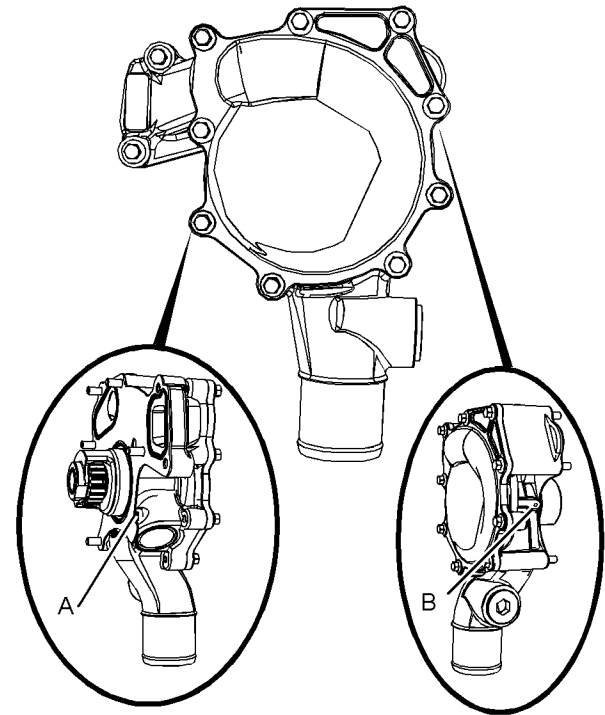

Abbildung 116
**Anmerkung:** Die Wasserpumpendichtungen werden durch das Kühlmittel im Kühlsystem geschmiert. Eine geringe Leckage ist normal. Siehe Abbildung 116 für Details zur Position der Ablauf- und Entlüftungsöffnung.